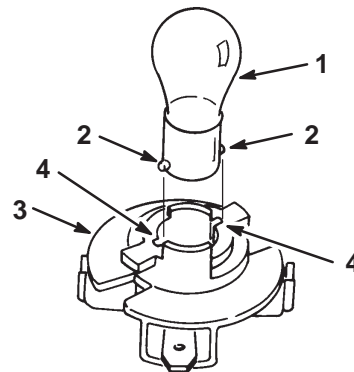

Bild 43
5. Drücken Sie die Birne herein, drehen Sie sie entgegen dem Uhrzeigersinn bis zum Anschlag (ca. 1/4 Umdrehung) und nehmen Sie sie aus der Birnenfassung heraus (Bild 43).
1. Die Glühbirne hat Metallstifte an der Seite ihres Unterteils. Fluchten Sie die Stifte auf die Schlitzlöcher in der Birnenfassung aus und setzen das Unterteil in die Fassung (Bild 43). Drücken Sie die Birne hinein und drehen sie im Uhrzeigersinn bis zum Anschlag.